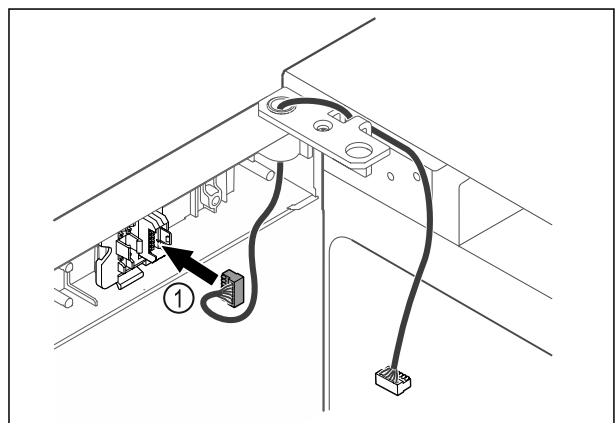

Fig. 36
- Insérer le connecteur Fig. 36 (1) dans le support.